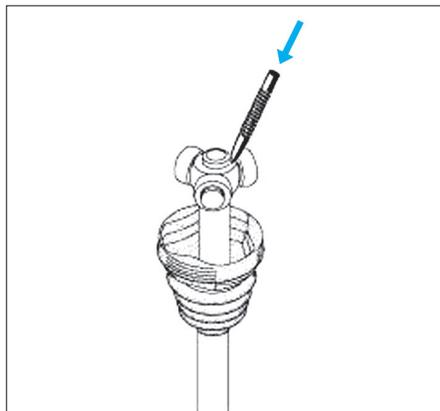

Fig. 10
- Reposer les circlips de maintien ou effectuer trois points de sertissage à 120° en refoulant le métal des cannelures sur l'arbre de transmission (Fig.10).